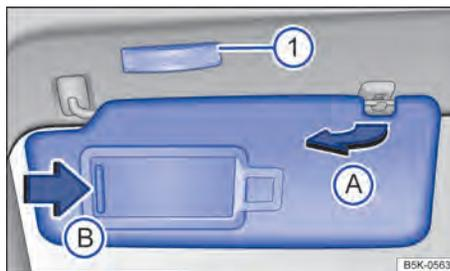

Fig. 93 No revestimento do teto dianteiro: para-sol.
- Retirar do suporte e virar na direção das portas → Fig. 93 A.
No para-sol rebatido para baixo encontra-se um espelho de cortesia atrás de uma cobertura. Ao abrir a cobertura → Fig. 93 B acende-se a lanterna → Fig. 93 1.